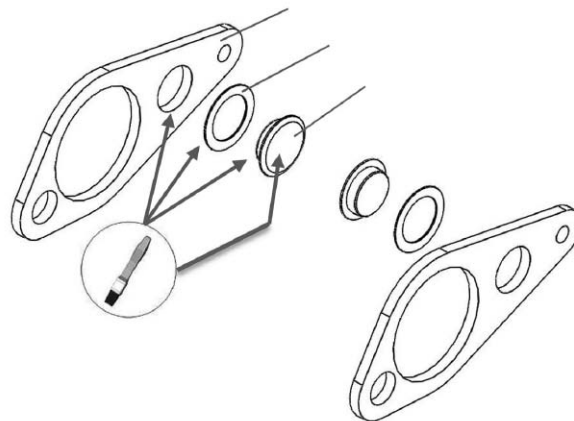

Bild 22. Smörj med smörjfett i plåtens hål samt mellan glidpucken och shimsbrickan.
11. Smörj med smörjfett i plåtens hål samt mellan glidpucken och shimsbrickan, detta håller delarna på plats. Smörj sedan också glidpucklens plana yta. Se bild 22.